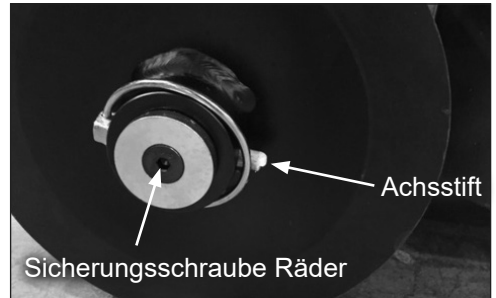

ABB. 13
5. Achsbolzen entkoppeln und ausbauen (Abb. 13).
6. Radsicherungsschraube mit einem Sechskantschraubenschlüssel der Größe 5/16" (8 mm) entfernen. (Abb. 13).